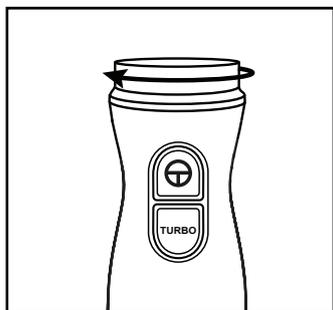
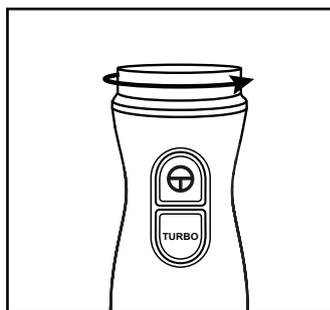

Fig. 1
Fig. 2
- 2) Sélectionnez le niveau de vitesse souhaité : chaque fois que vous tournez brièvement le régulateur de vitesse **1** dans le sens horaire, vous augmentez la vitesse d'un niveau (fig. 1). Déplacez le régulateur de vitesse **1** dans la direction opposée, c'est-à-dire dans le sens antihoraire, puis réduisez la vitesse d'un cran à la fois (fig. 2). Le niveau de vitesse (SPEED) 1-5 ainsi réglé s'affiche à l'écran **6**.